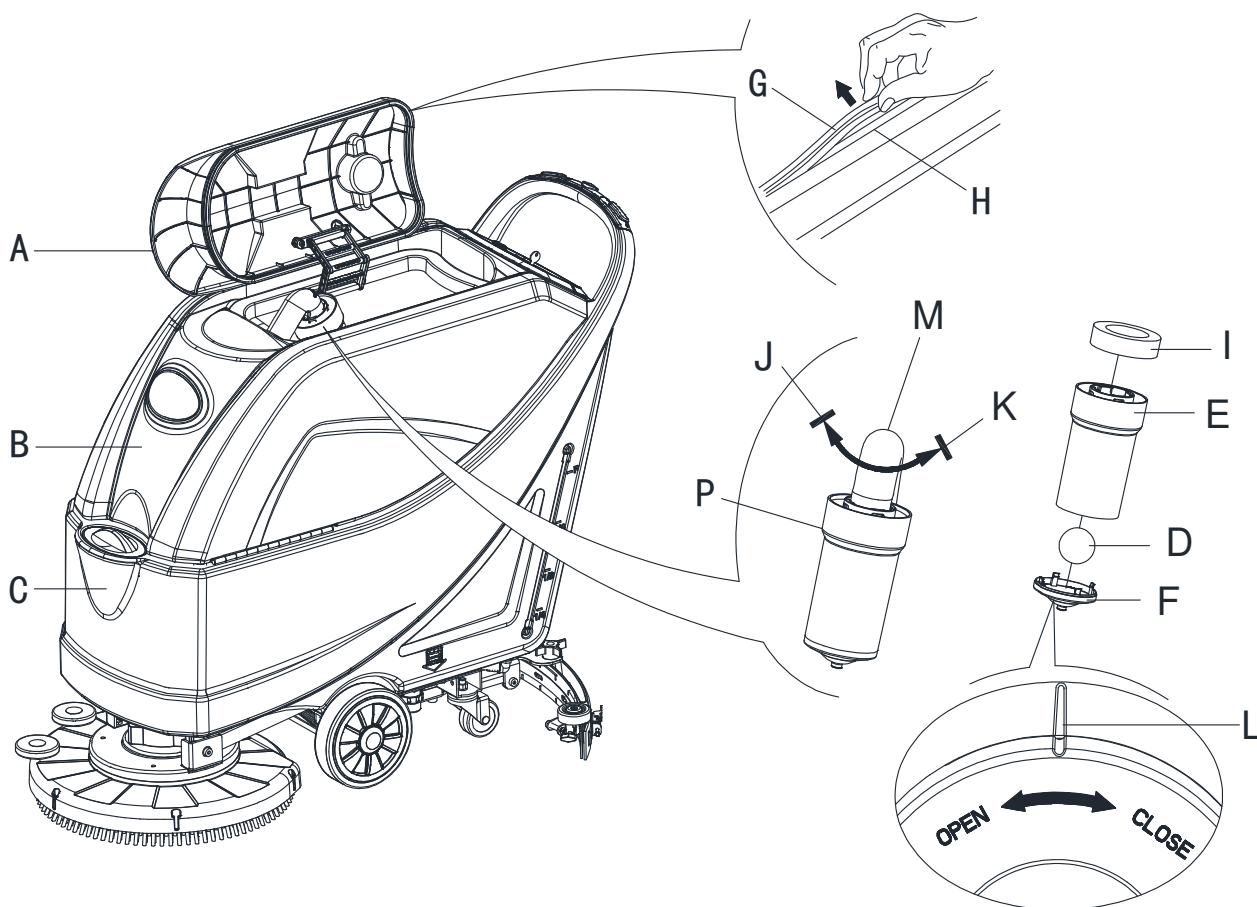

Figura 21
2. Asegúrese que la máquina está apagada y la llave de ignición (54) ha sido retirada.
3. Gire la tapa del tanque de recuperación (A, Figura 21) a la posición de 90 grados, donde se puede despegar del tanque, y luego desmonte el filtro de flotador de bola (P) del tanque.
5. Si es necesario, siga los símbolos "ABIERTO" y "CERRADO", como se muestra en la (Figura 21) para abrir la tapa inferior (F) del filtro del flotador de bola y luego limpiar la bola del flotador (D), el marco de soporte del filtro (E) y la esponja de filtro (I). Después de la limpieza, fijar la bola del flotador (D) en el marco de soporte del filtro (E) y luego alinee la ranura de marca (L) de la tapa inferior (F) del filtro del flotador con la ranura de marca (L) del marco de soporte del filtro del flotador (E). Enrosque la tapa inferior del filtro flotador de bola apretándola bien, y fijar la esponja del filtro (I) en el marco de soporte del filtro del flotador (E). Por último, conecte la manguera de aspiración de agua sucia (M).
7. Compruebe si la superficie de contacto de la tira de sellado (G) de sellado es íntegra y el sellado es suficiente. Si es necesario, saque la tira de sellado del tanque a través de la ranura (H) y reemplácela. Aplique una nueva tira de sellado como se muestra en la (Figura 21), la junta debe estar de vuelta en la zona media.
8. Cierre la tapa del tanque de recuperación (A).